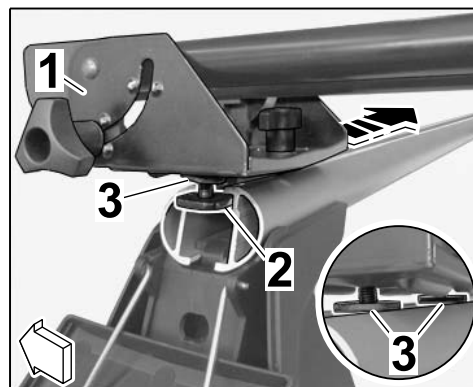

Figura 26
- Las arandelas de plástico (2 uds.) se encuentran **ENTRE** el soporte de la rueda delantera y el soporte del sistema de transporte de techo (⇒ figura 26, lupa). Esto es, quedan sobre el soporte para el sistema de transporte de techo.
6.1.2 Introducir el soporte de rueda delantera con los dos pernos en T en la ranura del soporte del sistema de transporte de techo (⇒ Figura 26 -Flecha-).
Las arandelas de plástico (⇒ Figura 26 -2-) deben quedar entre el soporte y el soporte de rueda delantera (⇒ Figura 26 -3-).